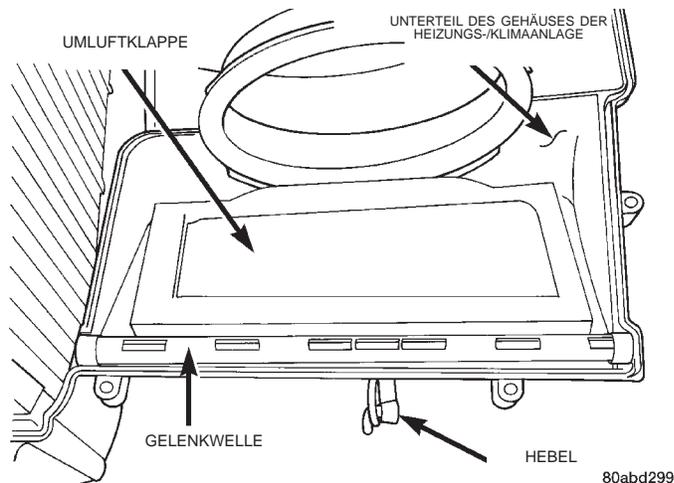

Abb. 55 Umluftklappe
(1) Gehäuse der Heizungs-/Klimaanlage wie in diesem Kapitel beschrieben ausbauen und zerlegen.
(2) Stellglied der Umluftklappe wie in diesem Kapitel beschrieben vom Unterteil des Gehäuses der Heizungs-/Klimaanlage ausbauen.
(3) In das Unterteil des Gehäuses der Heizungs-/Klimaanlage greifen und die Unterkante der Umluftklappe nach oben heben (Abb. 55).